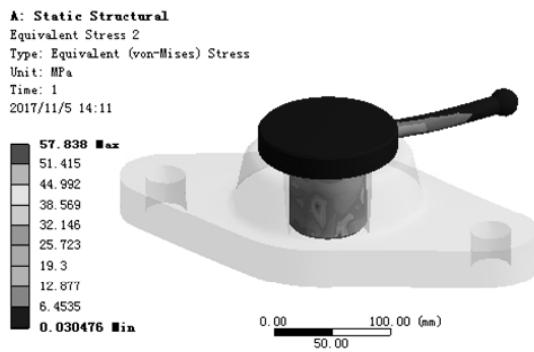

图 7.6.47 应力结果图解 (handle)
(4) 查看 handle 应力结果图解。在“Outline”窗口中选中 Equivalent Stress 2，查看图 7.6.47 所示的零件 handle 的应力结果，其最小应力为 0.030476MPa，最大应力为 57.838 MPa。